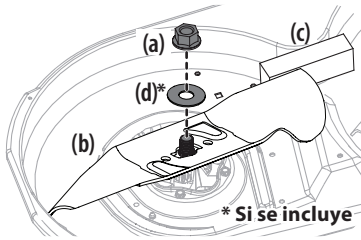

Figura 2
- Use una llave de 15/16" para retener la tuerca hexagonal sobre el conjunto del husillo cuando afloje la tuerca hexagonal (a) y arandela (d)* que fijan la cuchilla. Se puede colocar un bloque de madera (c) entre el alojamiento de la plataforma y el borde de corte de la cuchilla existente (b) para ayudar a aflojar la tuerca hexagonal (a) y arandela (d)*. Vea la Figura 2.
- Quando reinstale las cuchillas, asegúrese de lo siguiente (vea la Figura 2):